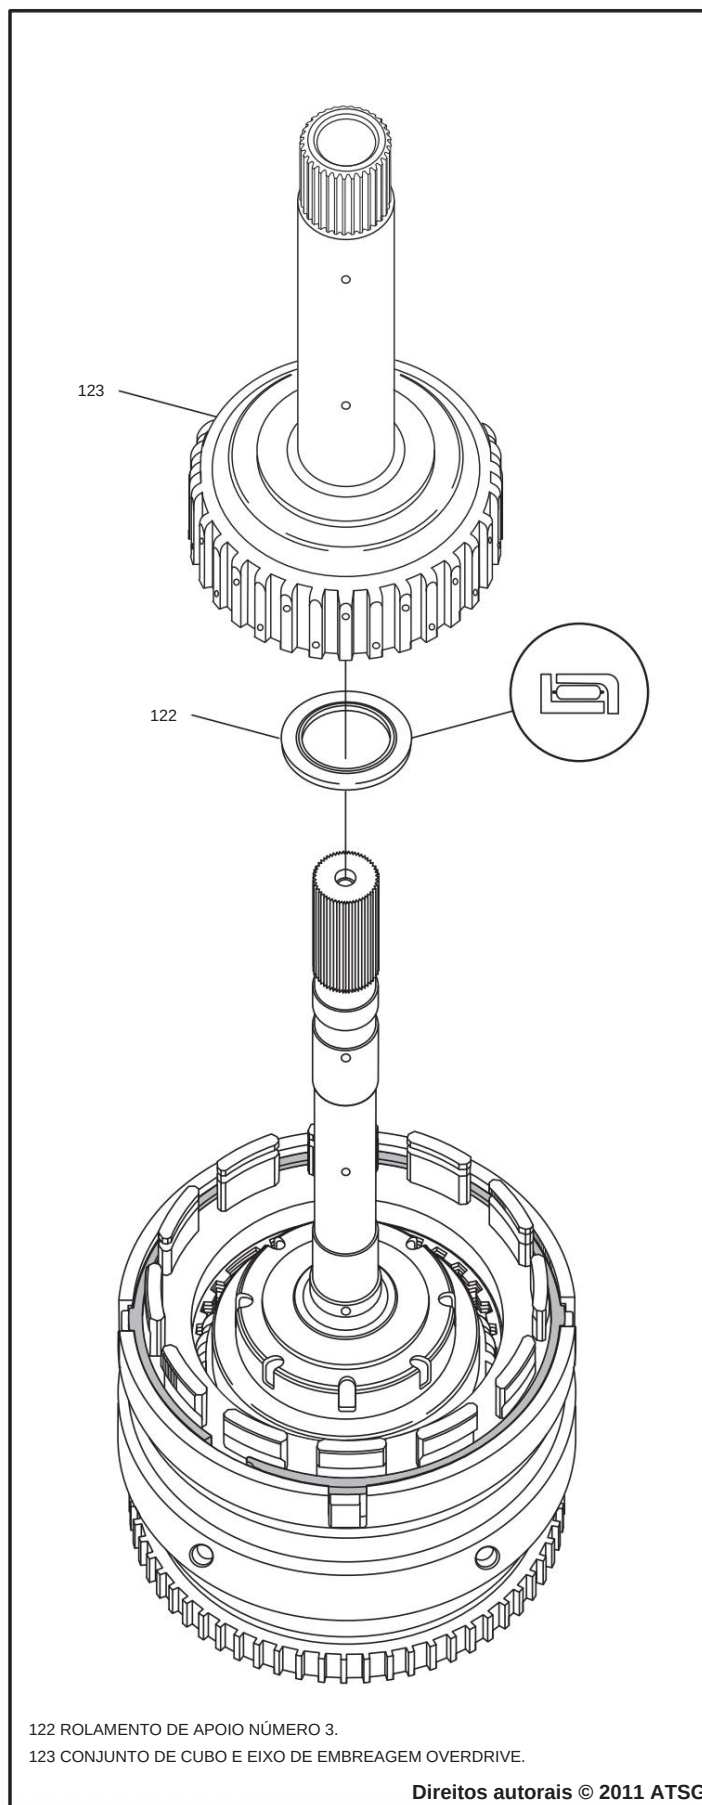

Figura 105
44. Instale o rolamento de encosto número 3 no cubo e eixo da embreagem overdrive, na direção mostrada na Figura 105, e retenha com TransJel®.